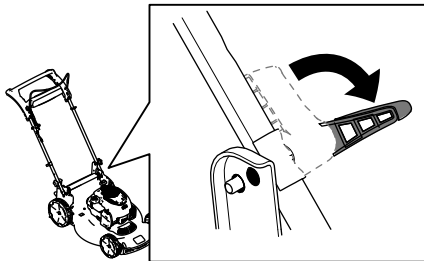

Figure 18
3. Déverrouillez la poignée (Figure 18).